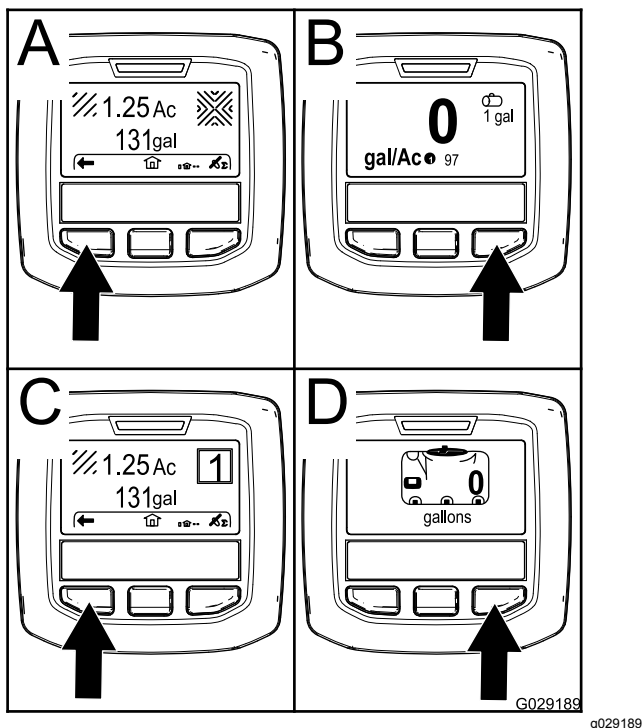

Figure 51
- Bouton de sélection droit : **Superficie totale pulvérisée** (A de Figure 51)
- Bouton de sélection droit : **Débit de pulvérisation** (B de Figure 51)
- Bouton de sélection gauche : **Sous-surface pulvérisée** (C de Figure 51)
- Bouton de sélection gauche : **Volume de la cuve** (D de Figure 51)